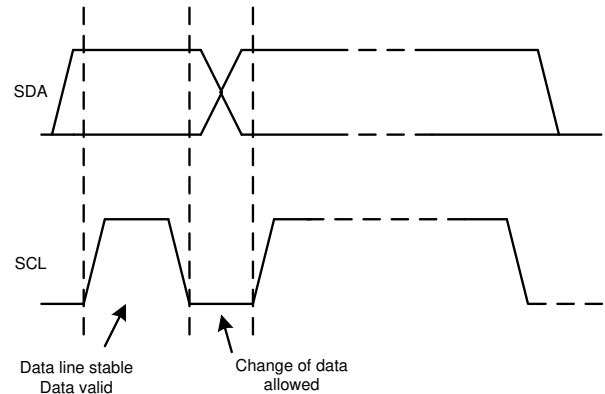

图 7-15. 在 I²C 总线上的位传输
2. 控制器随后产生 SCL 脉冲，并在 SDA 线上发送 7 位地址和读取/写入方向位 (R/W)。在所有传输期间，控制器确保数据有效。有效数据条件要求 SDA 线在时钟脉冲的整个高电平期间保持稳定，如图 7-15 所示。所有器件都识别控制器发送的地址，并将其与相应内部固定地址进行比较。只有具有匹配地址的目标器件才会通过